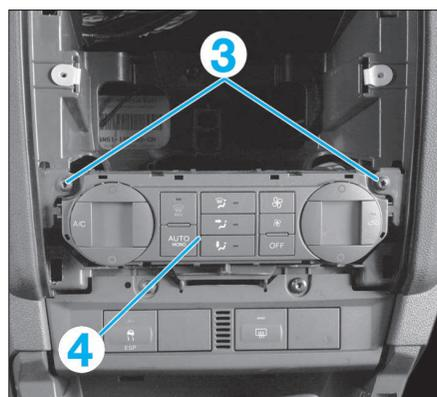

FIG. 7
- les vis (3) du boîtier de commande et le débrancher (débrancher les câbles dans le cas d'une climatisation manuelle) (Fig.7).
- le boîtier de commande (4).